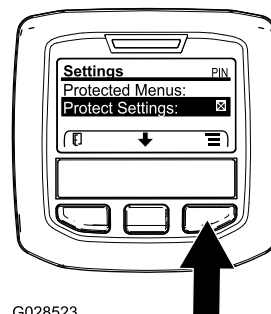

図 46
1. 保護メニューにアクセスし、サブメニューのロックを解除する 図 46 アクセス制限付きメニューへのアクセス \(ページ 23\)を参照。